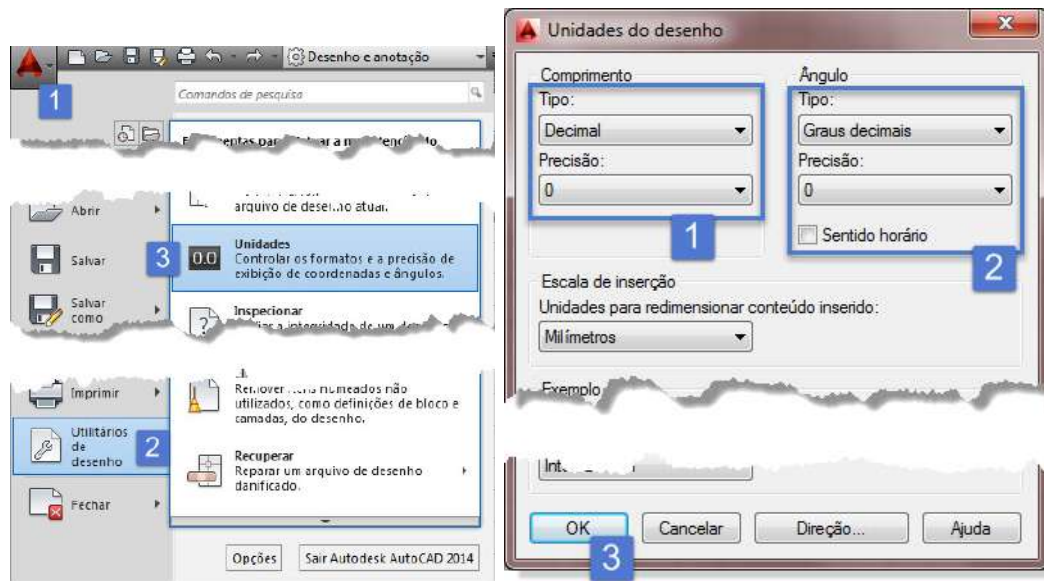

Figura 16 – Configuração das unidades e da precisão
O ajuste das unidades, precisão e sentido de medição do ângulo é feito no item Utilitários do desenho. Acesse através do ícone do aplicativo (1), o botão de Utilitários do desenho (2) e o botão unidades (3). Uma nova janela é aberta, e verifique se os itens assinalados por (1) e (2) são correspondentes aos indicados na Figura 16.